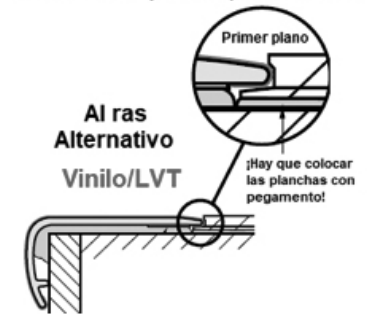

Fig. 12
4. Cuando se utiliza una instalación al ras las planchas del revestimiento de piso adyacentes también deben adherirse al contrapiso (Fig. 12).